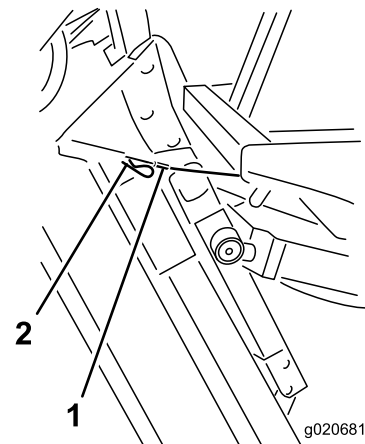

Figura 107
6. Mantenha a plataforma do cortador na vertical, coloque a extremidade do cabo sobre o pino no braço de elevação da plataforma do cortador e fixe com o pino de segurança (Figura 107).